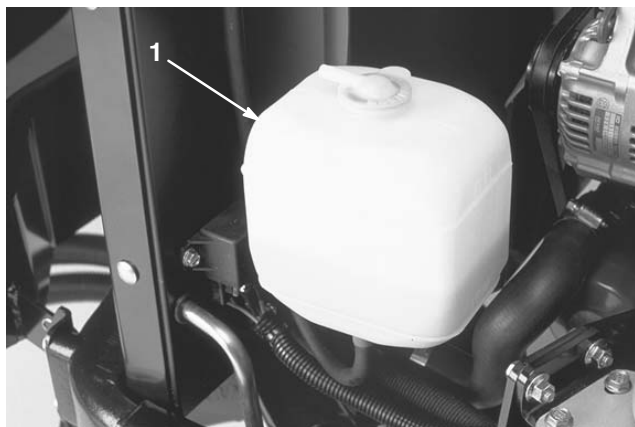

Figure 14
1. Vérifiez le niveau du liquide de refroidissement dans le vase d'expansion (Fig. 14). Quand le moteur est froid, le niveau du liquide de refroidissement doit se situer à peu près entre les deux repères qui figurent sur le côté du réservoir.